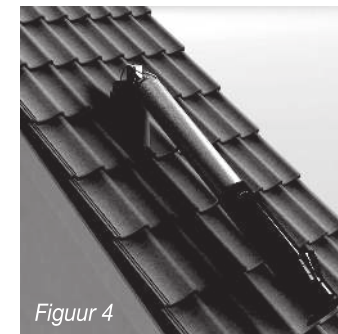

Figuur 2
2. Plaats de knikarm in de oude doorvoer en houdt het touw enigszins op spanning, zie figuur 2.